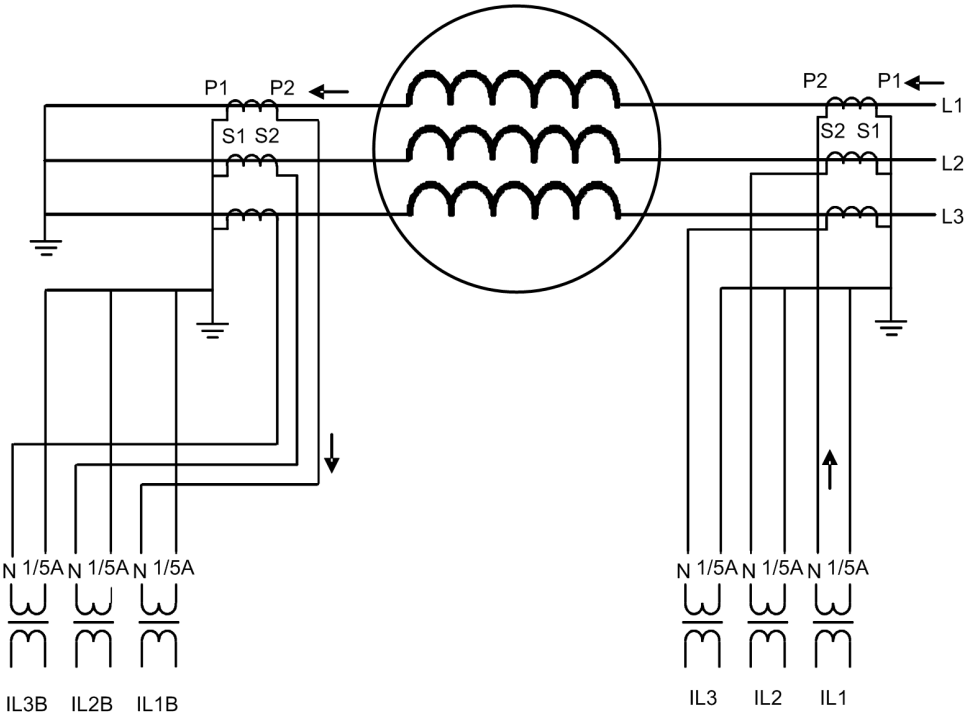
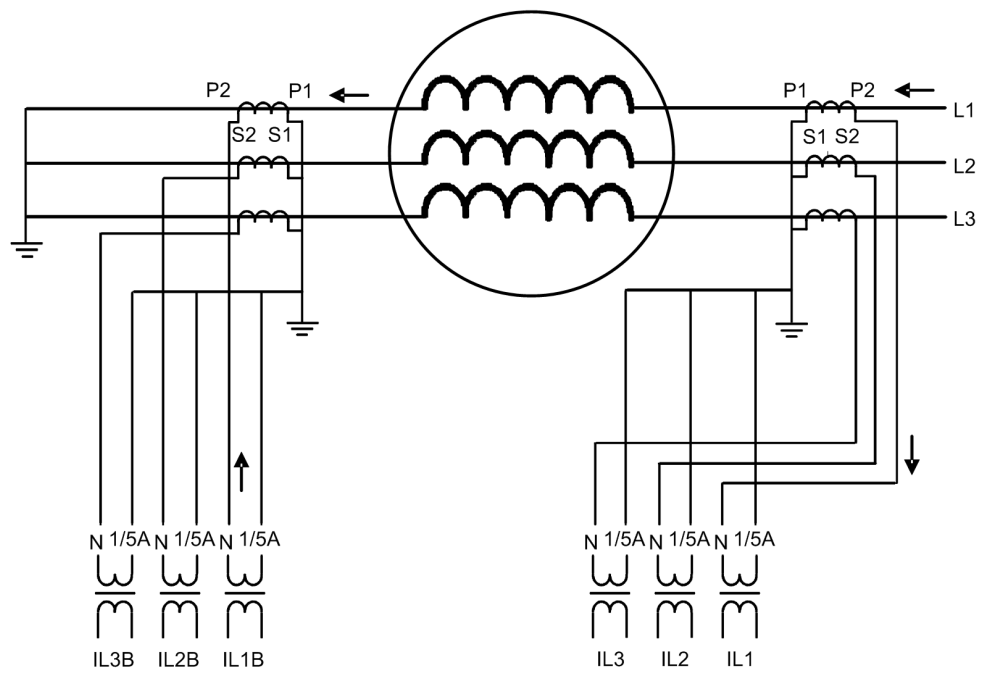

図 250: 例 1、タイプ 1 の電流変圧器の接続
図 251: 例 2、タイプ 1 の電流変圧器の接続
- 巻線 1 と巻線 2 の保護リレー電流の正方向が互いに相反している場合、**CT 接続タイプ**の設定パラメータはタイプ 1 になります。「タイプ 1」の接続例は、図 250 と図 251 のとおりです。